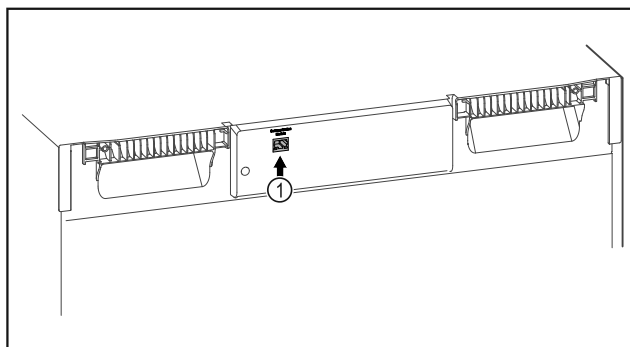

Fig. 112
- ☐ SmartModule Fig. 112 (1) is geplaatst.